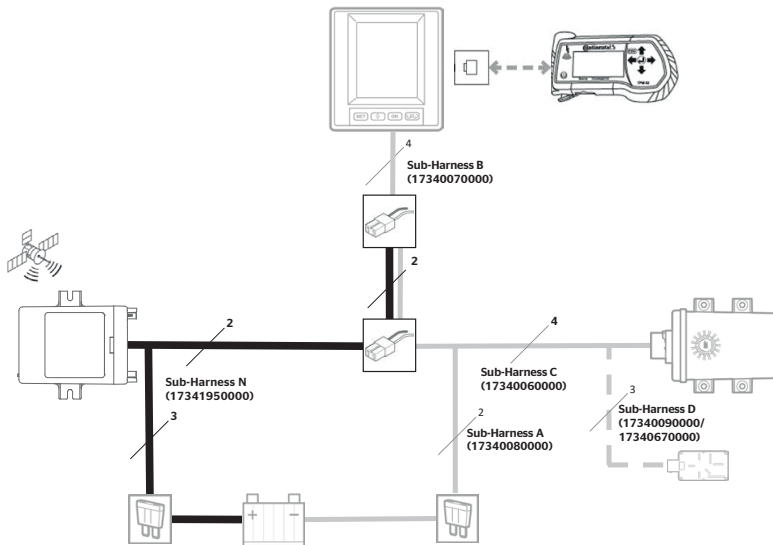

Fig. 1: Variant A
- ◆ Forbind kabelbundet N som vist i **"Fig. 1: Variant A"**.